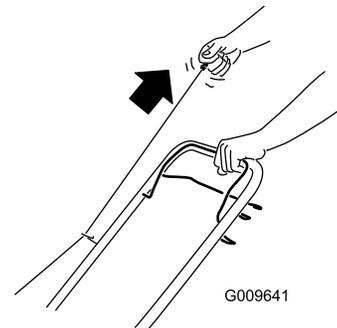

Figura 12
2. Tire del arrancador de retroceso (Figura 12).
Nota: Cuando tire del arrancador de retroceso, debe tirar suavemente hasta que note resistencia; luego tire con fuerza (Figura 12). Deje que la cuerda vuelva lentamente al manillar.